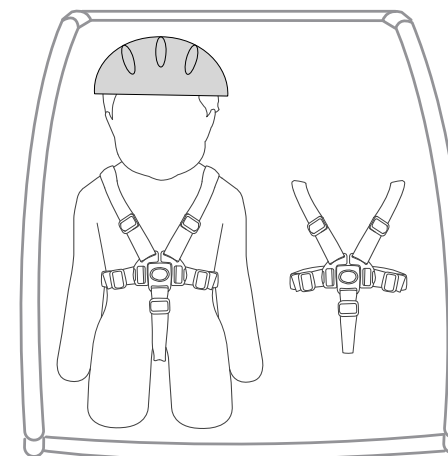

Figura 18
3. Cuando utilice el remolque doble con un niño, siente siempre al niño en la posición del lado derecho (figura 18).